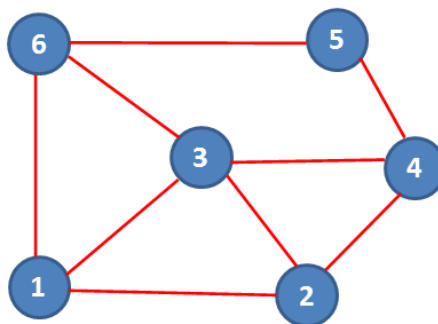
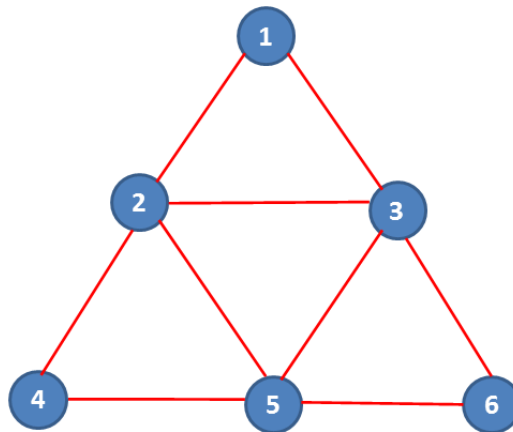

Figure 1
Figure 2
**Exercice :** le graphe précédent (figure 1) est-il eulérien ? le graphe suivant (figure 2) est-il eulérien ?
Par exemple, le graphe de la figure 2 est représenté par le fichier ci-dessous (on notera que l'arête (2,1) n'apparaît pas mais est implicite puisque l'arête (1,2) est donnée).